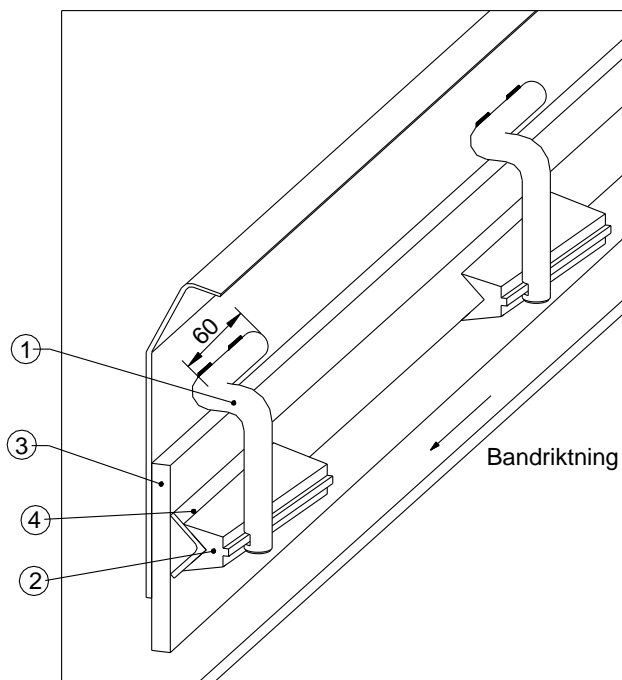

Bild 1
- Stäng av bandtransportören (bryt och lås). Montera fästet (1) så att spetsen hamnar minst 10 mm över bandet, se ritning.
- Kilarna kilas in i fästena i bandets "färdriktning" så att de blir självlåsande, se bild 1.